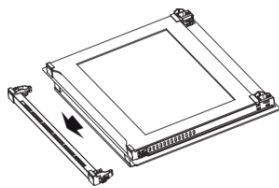

Imagen 4
- Tire de la parte superior del marco de la puerta hacia usted (imagen 4).